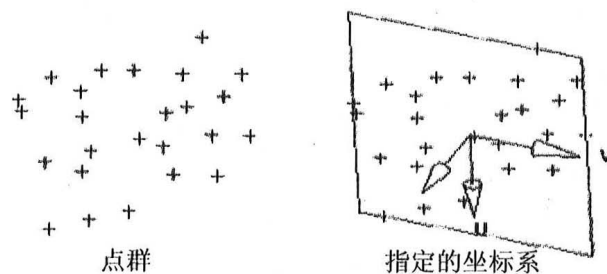

图 1.23 指定坐标系为 UV 平面坐标系
- Specify CSYS(指定的坐标系): 以定义的新坐标系所设置的坐标轴作为 U、V 方向的平面, 如图 1.23 所示。如果还没有在指定新坐标系选项中设置新坐标系, 系统即会显示坐标副功能对话框来定义坐标系。